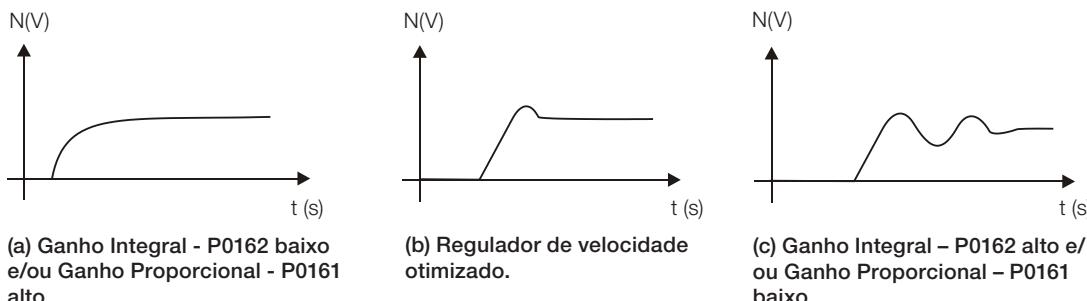

Figura 11.3: (a) a (c) Tipos de resposta do regulador de velocidade
6. Verifique dentre as opções da Figura 11.3 na página 11-13 qual a forma de onda que melhor representa o sinal lido.
7. Ajuste P0161 e P0162 em função do tipo de resposta apresentada na Figura 11.3 na página 11-13.